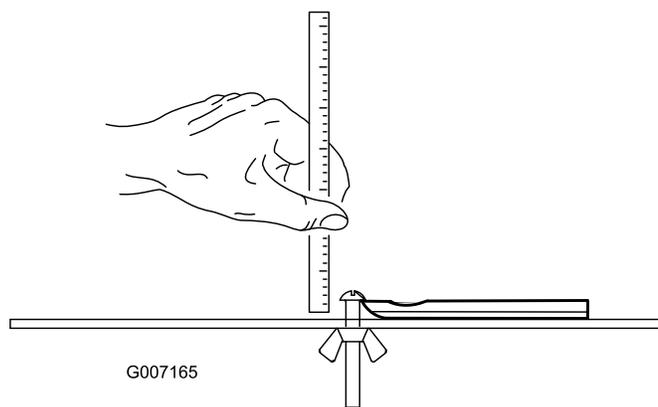

图25
**注意：** 请参看底刀底部，了解所有底刀使用极限衡量参数 (图25)